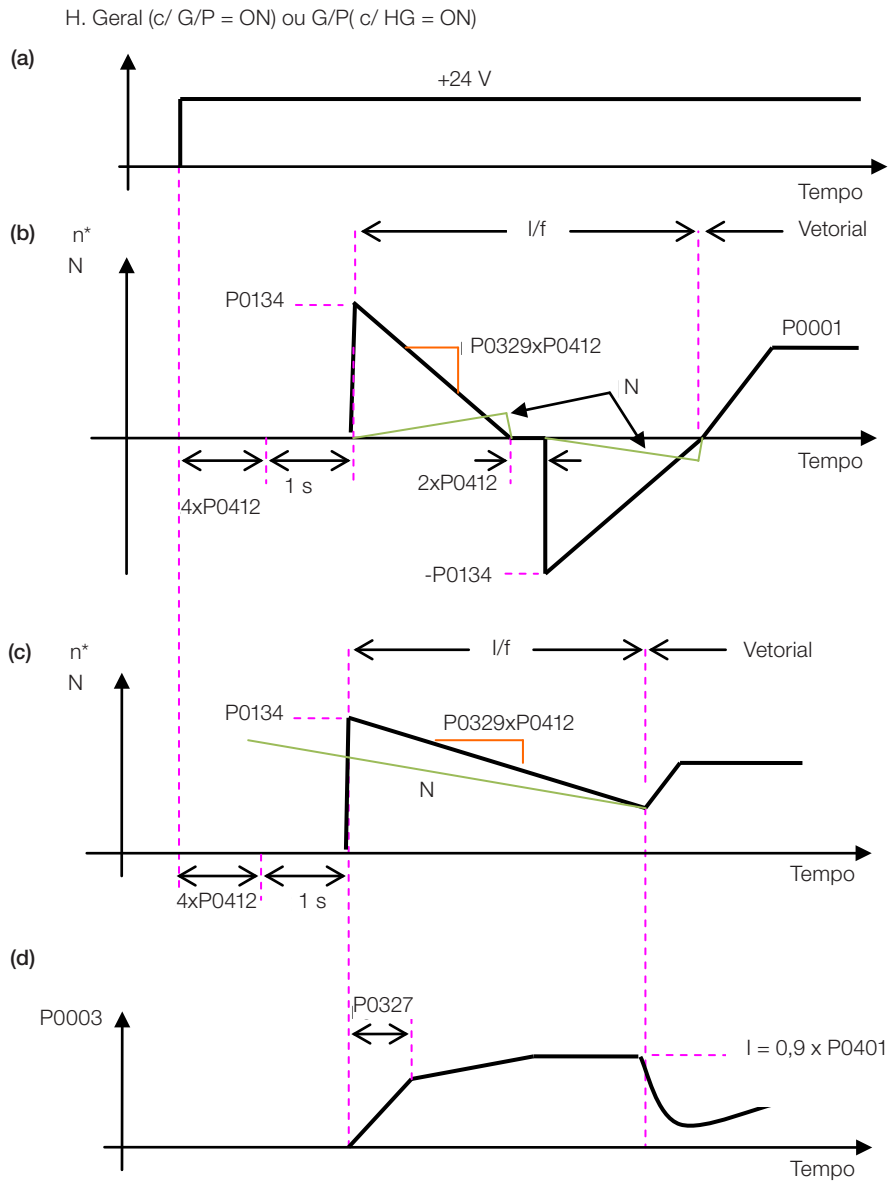

Figura 13.3: (a) a (d) Influência de P0327 e P0329 durante o Flying Start (P0202 = 4)
O comportamento da Função Flying Start (FS) no modo sensorless durante a aceleração e a re-aceleração pode ser compreendido a partir da Figura 13.3 na página 13-8.
Na Figura 13.3 na página 13-8 é apresentado o comportamento da referência de velocidade quando a função FS é iniciada com eixo do motor parado e P0329 pequeno (não otimizado).
A Figura 13.3 na página 13-8 apresenta a referência de velocidade quando a Função FS é iniciada com o eixo do motor girando no sentido desejado ou com o eixo parado e P0329 já otimizado.